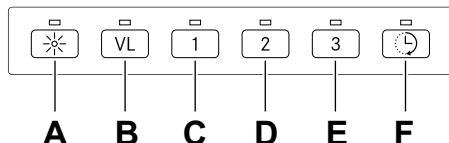

Fig. 10
1. Öppna programmering: Håll in knapp A och B i 3 sekunder så att båda blinkar 3 gånger, se Fig.10. Programmeringsläget är då aktivt i 30 sekunder.
3. Spara programmeringen: Håll in knapp A och B i 3 sekunder, se Fig.10. Knapp A och B blinkar 2 gånger för att verifiera att programmeringen är sparad.